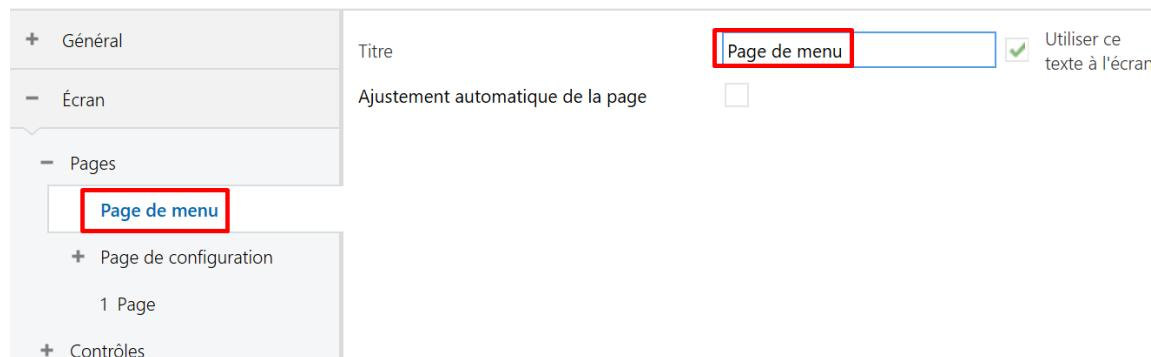

Figure 45. Menu
- **Titre :** Champ de texte qui permet d'identifier la page de menu. De plus, ce champ permettra de changer le nom de l'onglet dans le menu de la gauche de ETS, tel et comment se montre dans la Figure 45.